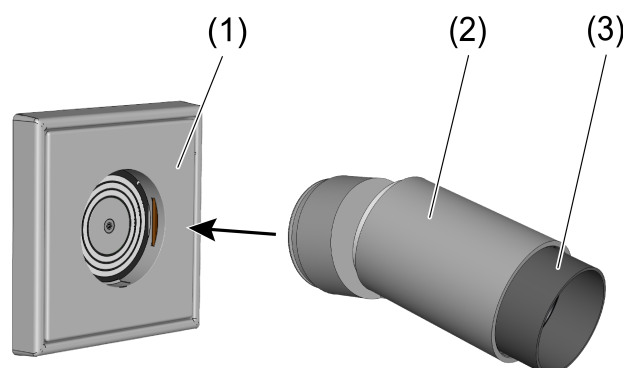

Imagen 2: Montaje del módulo de luz
- Colocar el módulo de luz (2) en el enchufe de luz (1) montado (Imagen 2).